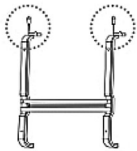

Abb. 1
1. Montieren Sie den Rahmen von der Geräterückseite ab, entfernen Sie dabei die beiden Schrauben aus dem Rahmen. (Abb. 1)